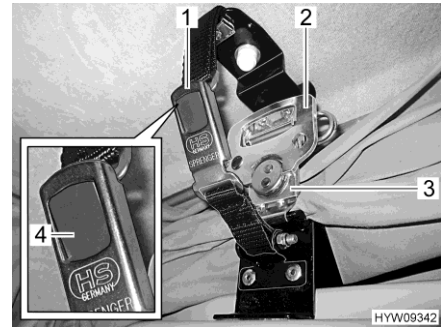

Fig. 20 Verrouillage (toit relevable)
- Ouvrir la houssette (Fig. 20,1) des deux côtés. Appuyer pour ce faire sur le bouton-poussoir gris (Fig. 20,4).
- Déplier la poignée (Fig. 20,2) du tendeur rapide (Fig. 20,3) et la tourner d'un demi tour dans le sens inverse des aiguilles d'une montre. Le dispositif de verrouillage est alors débloqué.